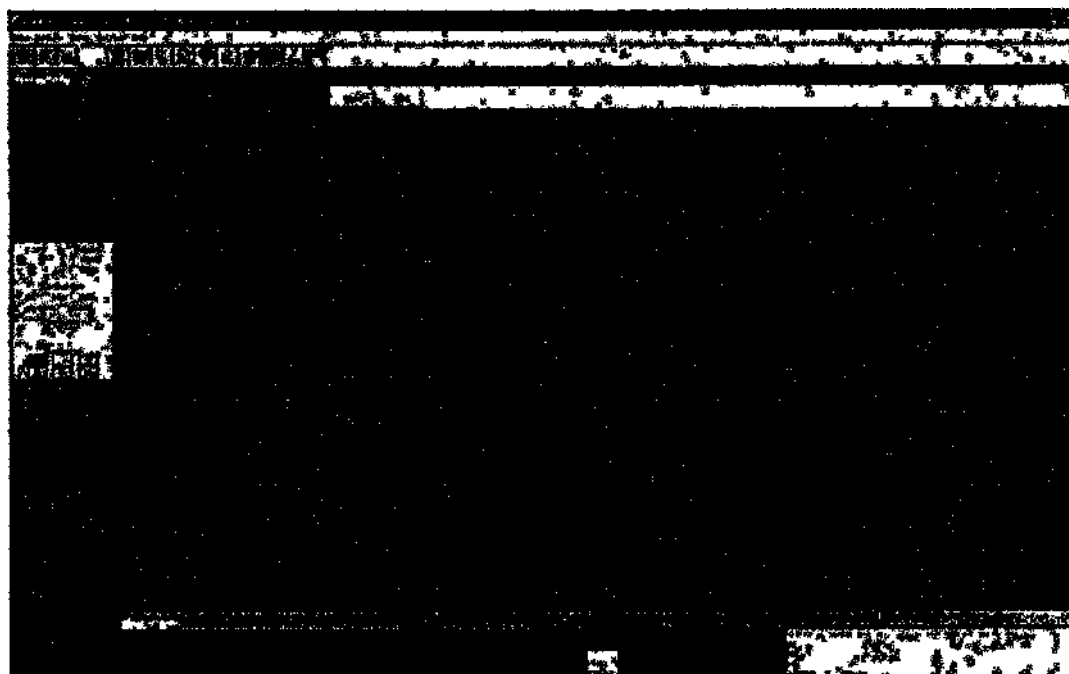

Рисунок 69 Программное обеспечение генератора высокого напряжения
(2) Калибровка усиления выполняется (Gain Calibration) следующим образом:
- Запустите программное обеспечение генератора высокого напряжения дважды щелкнув по "GenWare32 Generator Utilities" на рабочем столе или программном меню. Через несколько секунд откроется главное окно ПО настроек генератора высокого напряжения. В верхней левой стороне окна задайте следующие параметры экспозиции: 60KV, 50mA и 50ms (см. рис. 69).